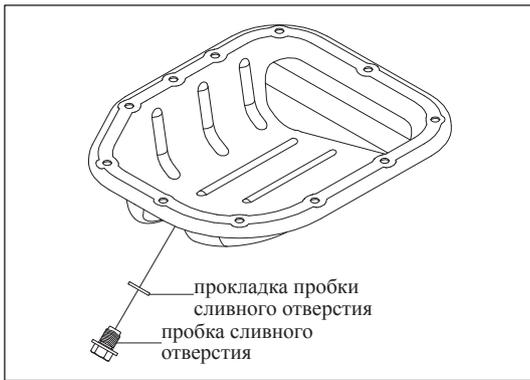
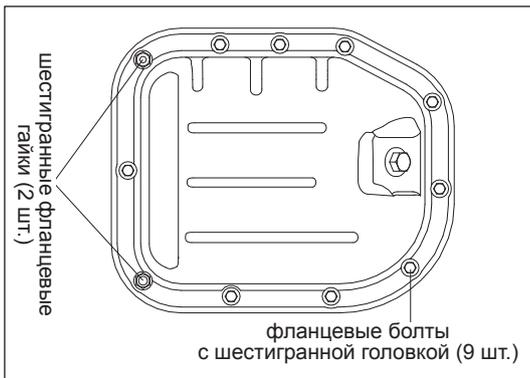
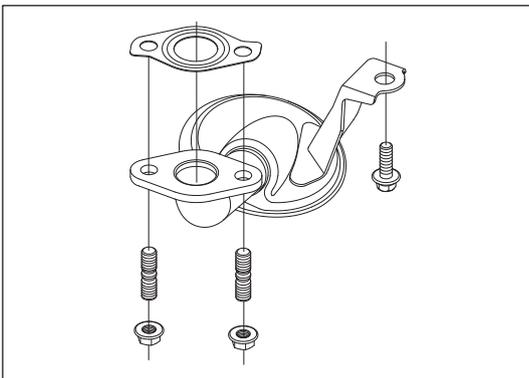

Рис. 11-3-2. Слив масла из системы смазки двигателя
Рис. 11-3-3. Снятие масляного поддона
Рис. 11-3-4. Снятие маслоуловителя
- (1) Слить моторное масло
- б) Снять пробку и слить масло, как изображено на рис. 11-3-2.
- (2) Снятие маслоизмерительного щупа и трубки маслоизмерительного щупа
- (3) Снятие масляного поддона.
- а) Открутить 9 фланцевых болтов (М6×12) и 2 шестигранные фланцевые гайки (М6), как изображено на рис. 11-3-3.
- (4) Снятие маслоуловителя.
- а) Открутить фланцевые 2 (М6) и 1 фланцевый болт (М6×12), а также 2 шпильки, как изображено на рис. 11-3-4.